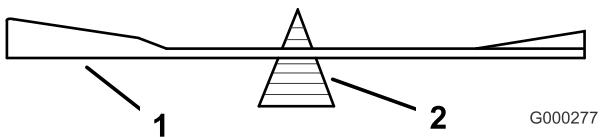

Figure 67
2. Vérifiez l'équilibre de la lame en la plaçant sur un équilibrage (Figure 67). Si la lame reste horizontale, elle est équilibrée et peut être utilisée. Si la lame est déséquilibrée, limez un peu l'extrémité de la partie relevée seulement (Figure 67). Répétez la procédure jusqu'à ce que la lame soit équilibrée.